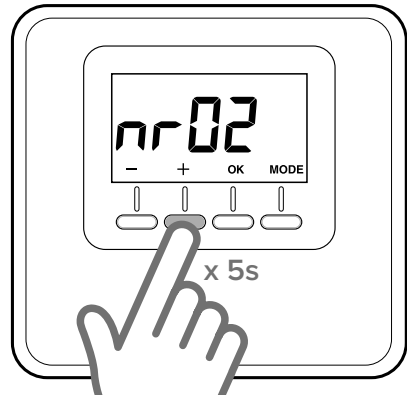

Fig. 15
- Appuyer 5 secondes sur la touche « + » sur le capteur d'ambiance. L'écran affiche le paramètre « **NR02** » (Fig. 15).